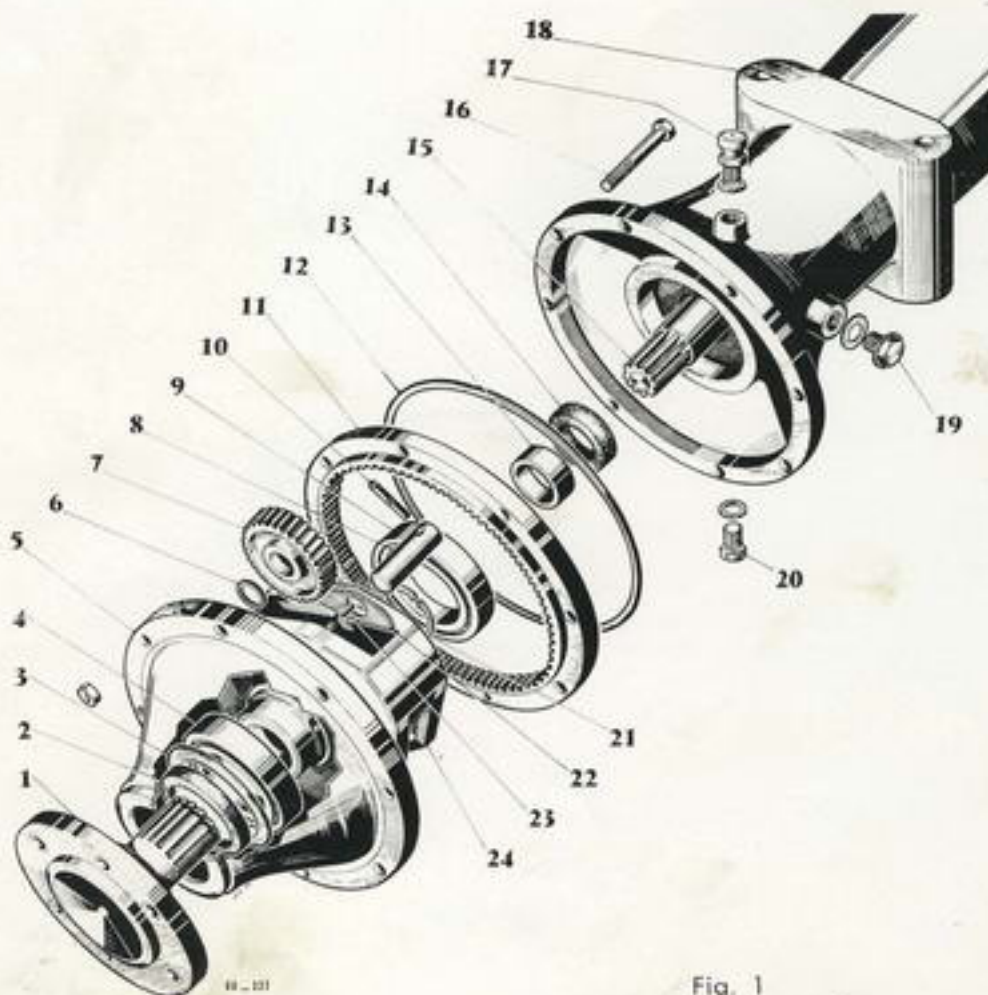
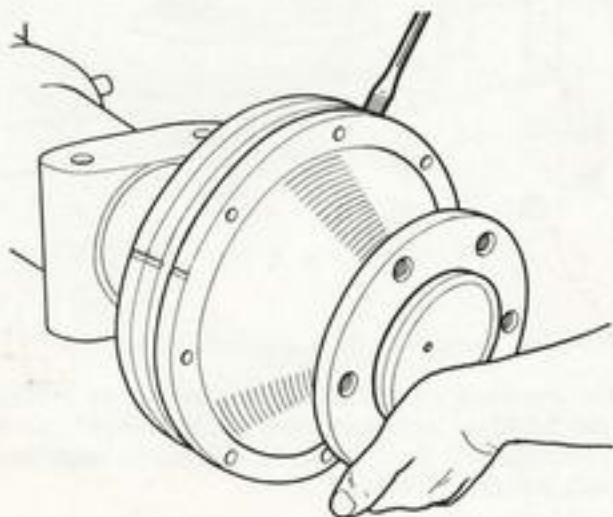
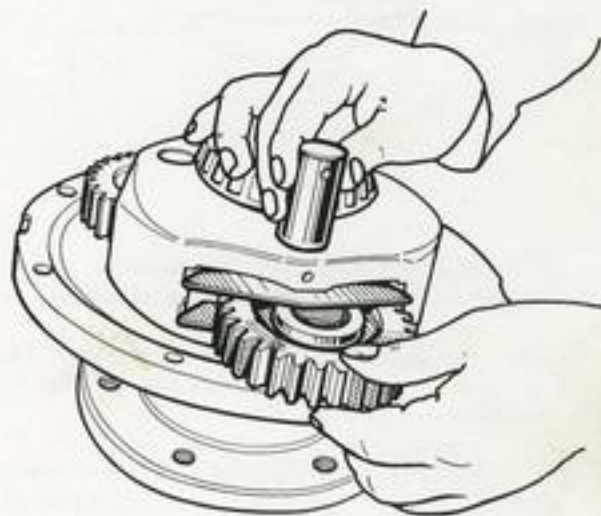

Fig. 1
Fig. 2
Fig. 3
- A l'aide d'un tournevis engagé dans les encoches prévues, décoller le couvercle de réducteur (fig. 2) avec la fusée et le porte satellites (24. Fig. 1).
- La couronne extérieure fixe (11. Fig. 1) peut alors être déposée aisément.
- Chasser vers l'intérieur les goupilles d'arrêt (10. Fig. 1) des axes de pignons satellites (8. Fig. 1).
- Repousser ces axes vers l'extérieur (montage libre) et sortir les pignons. Recueillir les aiguilles (Fig. 3) (2 rangées de 28 et une bague de séparation par pignon) et les plaquettes de friction (22. Fig. 1).
- Extraire de son logement le circlips (21. Fig. 1) de retenue de fusée (1. Fig. 1).
En aucun cas la fusée (1. Fig. 1) ne doit être chassée au choc ou à la presse sous peine de détériorer le roulement Timken de fusée.
L'état du roulement Timken extérieur (4. Fig. 1) et de la bague d'étanchéité (2. Fig. 1) de fusée peut être vérifié.
Le réglage de la précharge des roulements du réducteur est déterminé par des cales de 0,05 et 0,13 disposées entre la cuvette du roulement intérieur (9. Fig. 1) et la trompette. (Sur les premiers tracteurs ces cales peuvent être placées dans le couvercle du réducteur, près du roulement extérieur) (4. Fig. 1). Ce réglage est effectué, en première monte, en calibrant le porte-satellites (cales de réglage et roulements compris) à 147,19-147,14. La précharge ainsi obtenue donne un serrage de 0,05 à 0,25.
En cours d'utilisation et dans le but d'éviter le démontage du porte-satellites et de la fusée, si un jeu axial est constaté au comparateur avant le démontage, il peut être corrigé en ajoutant les cales nécessaires entre la cuvette de roulement (9. Fig. 1) et la trompette de façon à obtenir la précharge initiale.
- Remettre en place le circlips de sécurité (21. Fig. 1).
Ne pas omettre la rondelle entretoise (6. Fig. 1) entre chaque chemin d'aiguilles et les plaquettes de friction (22. Fig. 1).
Nota : Une bague (13. Fig. 1) est emmanchée dans l'alésage du porte-satellites et a pour but le centrage de l'axe d'essieu.
— L'échange de la bague d'étanchéité (14. Fig. 1) côté trompette ne présente pas de difficultés.